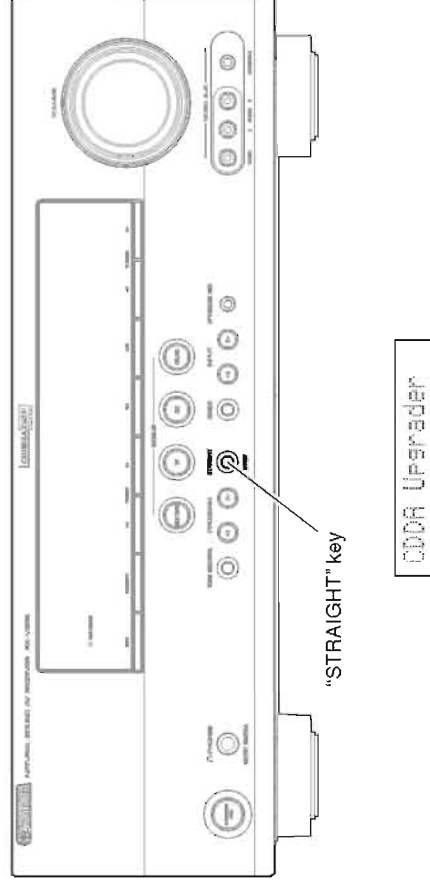

Fig. 2
1. While pressing the "STRAIGHT" key of this unit, connect the power cable of this unit to the AC outlet. (Fig. 2)
The FIRMWARE UPDATE mode is activated and "CDDA Upgrader" is displayed. (Fig. 2)
1. 本機の "STRAIGHT" キーを押しながら、本機の電源コードを AC コンセントに接続します。 (Fig. 2)
- FIRMWARE UPDATE モードが起動し、"CDDA Upgrader" が表示されます。 (Fig. 2)